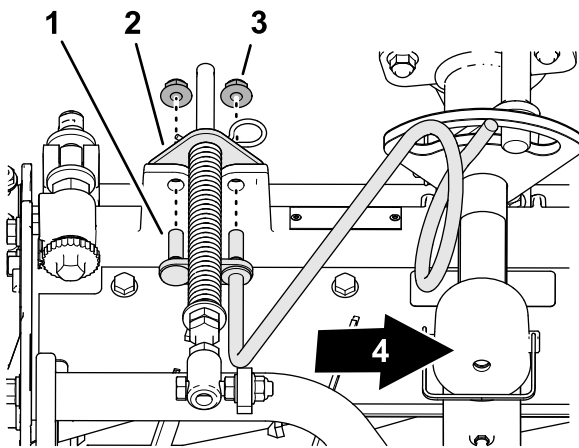

Figure 15
- Placez les goujons du guide-flexible droit en face des trous du cadre de l'unité de coupe et du support du compensateur (Figure 15).